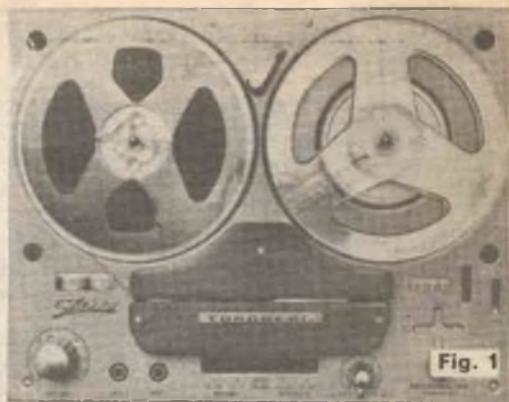

Fig. 1
- A (fig. 1) — RADIO « FARADAY » - 5 valvole, 3 gamme - onde medie MF-TV esecuzione lusso L. 13.500 + 500 sp.